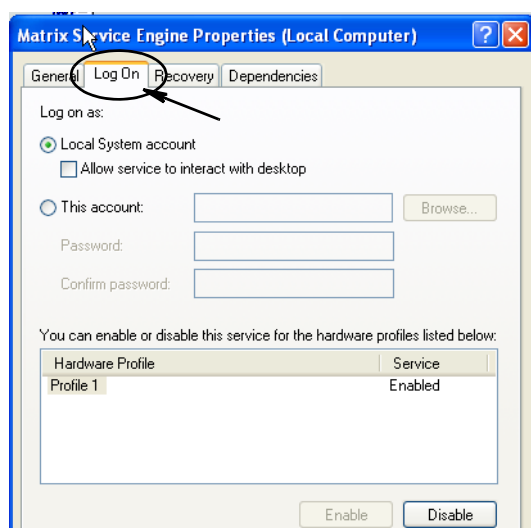

Рис. 57
- е. Откройте вкладку «Log On» [Войти] (Рис. 57).